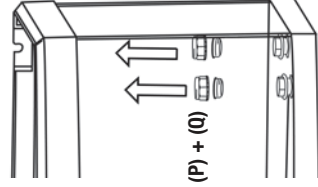
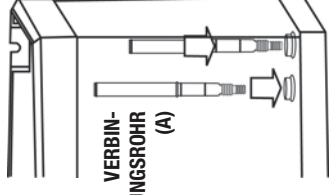

ABB. 1
ABB. 2
1. Drehen Sie den Stecker (P) mit der Hand heraus und entfernen Sie den Stecker (Q) aus der Öffnung (O). (Abb. 1)
- WICHTIG:** Bewahren Sie die Stecker (P) & (Q) auf.
2. Stecken Sie das Verbindungsrohr (A) ganz durch die Öffnung (O), bis es nicht mehr geht (Abb. 2)
1. Drehen Sie den Stecker (P) mit der Hand heraus und entfernen Sie den Stecker (Q) aus der Öffnung (I). (Abb. 1).
2. Stecken Sie das zweite Verbindungsrohr (A) ganz durch die Öffnung (I), bis es nicht mehr geht (Abb. 2).